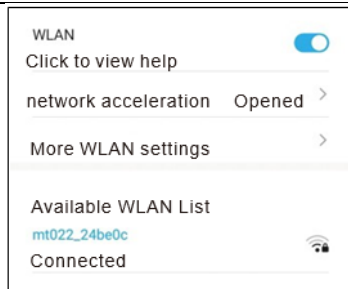

Figure1
2.2 Voer uw accountgegevens in. (Zie afbeelding 1)
Als de Android-telefoon een bericht weergeeft dat het WLAN-netwerk niet beschikbaar is en vraagt of u van netwerk wilt wisselen, selecteer dan Annuleren. Locatietoegang moet zijn ingeschakeld. Zie afbeelding 1.